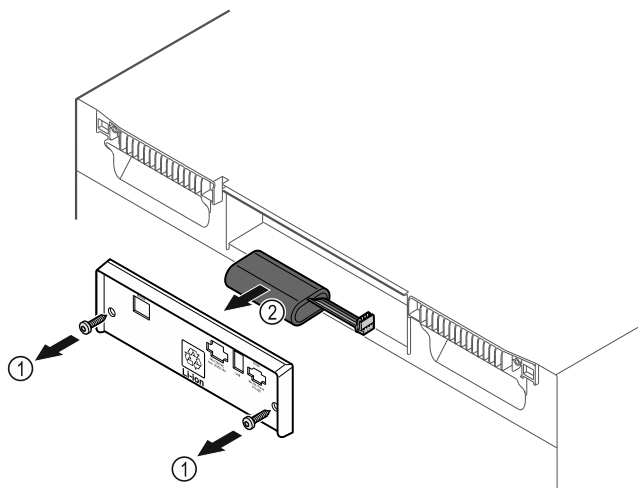

Fig. 229
- ▶ 旋出螺栓并移除冰箱背面的盖板 Fig. 229 (1)。
- ▶ 断开并取出电池 Fig. 229 (2)。